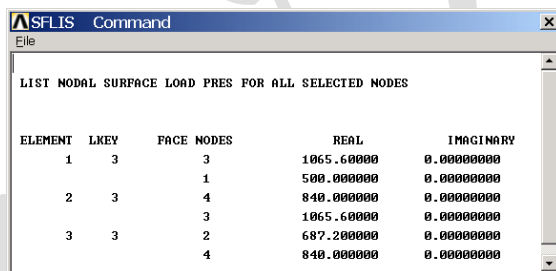

图5.45 列表显示节点荷载
(8) 至此按函数变化的荷载已经施加完毕。单击【Utility Menu】|【List】|【Loads】|【Surface Loads】|【On Picked Nodes】菜单，依次选择节点 1、3、4 和 2，然后单击【OK】按钮即可列表显示压力荷载，如图 5.45 所示。